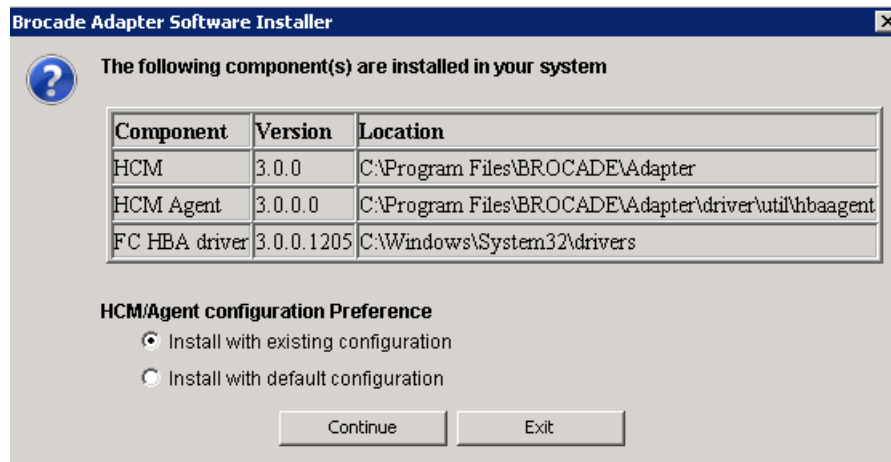

図 12 インストールされている既存のソフトウェアコンポーネントの画面
6. 72 ページの図 12にあるような画面にお使いのシステムにすでにインストールされているソフトウェアコンポーネントのリストが表示される場合は、次のオプションのいずれか **1**つを選択し、**Continue** (続行) をクリックして、手順 10に進みます。